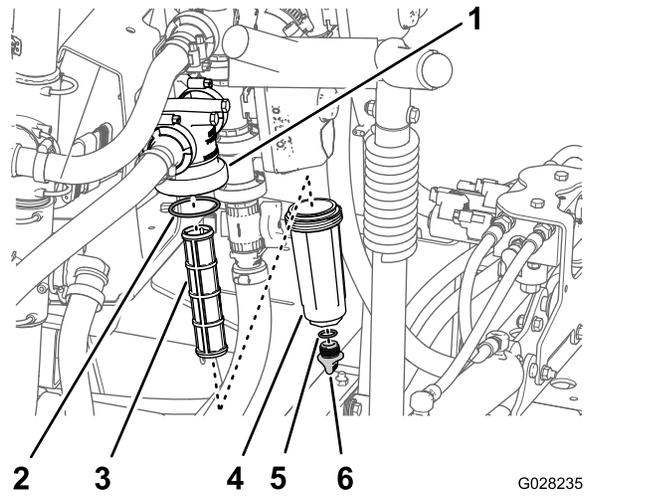

図 56
2. 圧力フィルタの下に受け容器をおく 図 56。
3. 圧力フィルタのボウルについているドレンキャップを左に回して外す 図 56。
4. ボウルを左に回してフィルタヘッドを外す 図 56。
5. 圧力フィルタエレメントを外す 図 56。
7. ドレンプラグのガasket ボウルの内側とボウルのガasket フィルタヘッドの内側に傷や破損がないか点検する 図 56。
8. 圧力フィルタエレメントをフィルタヘッドに取り付ける 図 56。
9. フィルタヘッドにボウルを取り付けて手締めする 図 56。
10. ボウルの底部のフィッティングにドレンキャップを取り付けてキャップを手締めする 図 56。